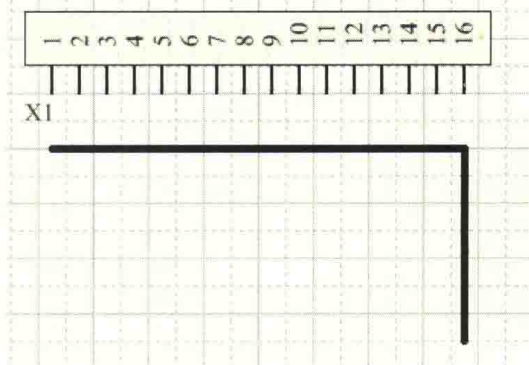

图 4-47 绘制总线
(3) 和绘制导线类似，在需要绘制总线的元件附近进行单击即可绘制，如图 4-47 所示。
值得注意的是，和总线相连的元件管脚必须有网络标号，所以总线与元件管脚之间要留有放置总线分支的间隙，不用太靠近元件的管脚，否则不方便对网络标号进行放置，如图 4-47 所示。